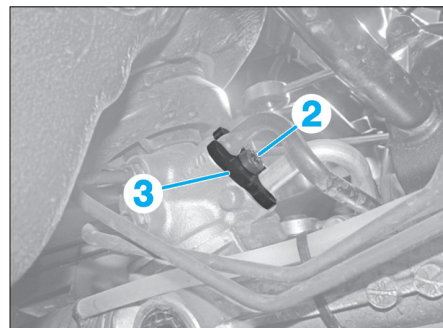

Fig. 27
- la vis (2) (Fig.27).
- A l'aide d'un levier, écarter la bride (3) de la valve d'assistance de direction puis orienter les canalisations dans un bac.